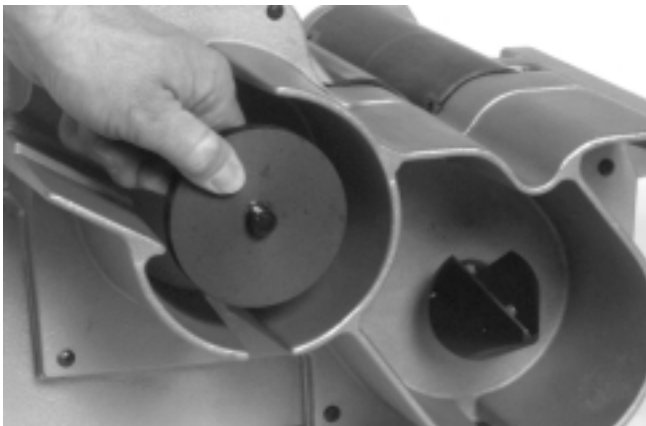

Figura 11 – Montaje del disco quitarebabas
3. Extraiga la escobilla y el disco quitarebabas (*Figura 11*).